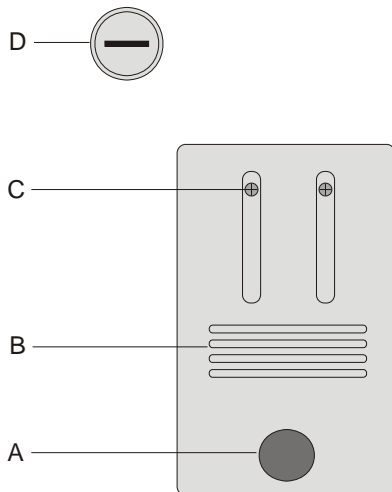

Fig. 1 Deckel des Lampenfachs: A Rändelschraube, B Lüftungsschlitze, C Befestigungsschrauben der Lampenfassung, D Sicherungshalter
- Schrauben C des Lampenfachs lösen und nach außen verschieben, so dass sie sich in der gleichen Stellung wie in Fig. 1 befinden.